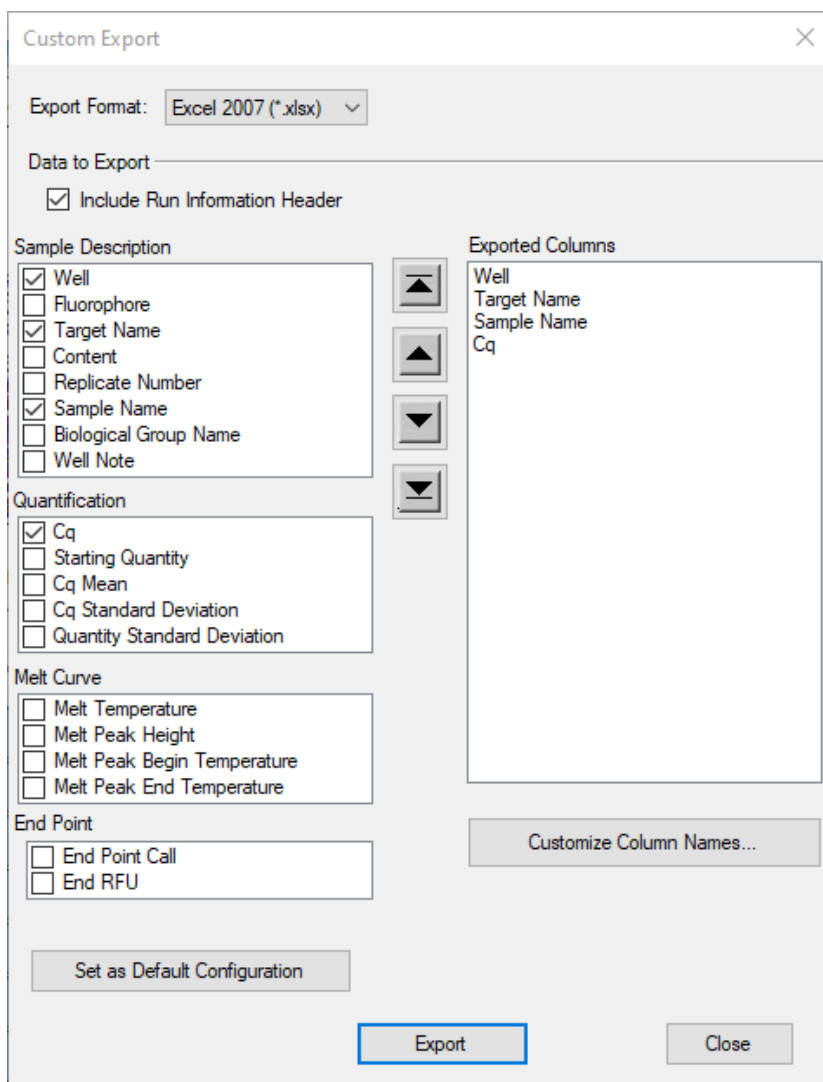

Figura 36 Impostazioni di esportazione dati personalizzate per l'applicazione CFX Maestro
- 3 Nella finestra di dialogo, contrassegnare le caselle di controllo come mostrato nella **Figura 36**.